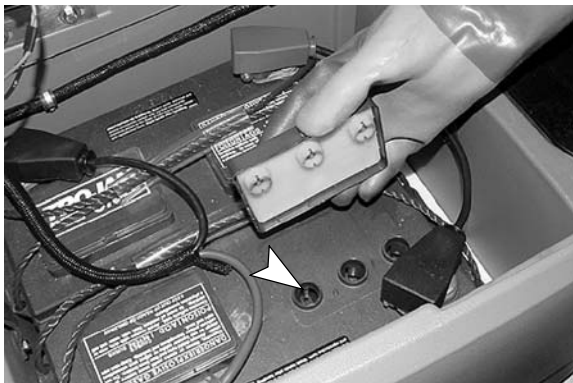

РИС. 32
3. Свинцово-кислотные батареи: Перед зарядкой батарей проверьте уровень электролита в каждом элементе (Рисунок 32).